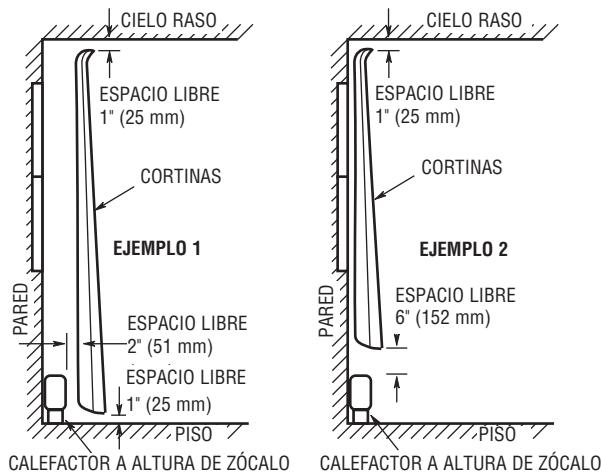

Figura 1. Colocación de los cortinados cercanos al calefactor
7. **PRECAUCIÓN:** el calefactor funciona a altas temperaturas. Mantenga los cordones eléctricos (incluidos los cables de teléfono y de computadora), cortinados y otros elementos del mobiliario alejados del calefactor. Para garantizar un funcionamiento eficiente y seguro, recomendamos mantener en todo momento un espacio libre de 152 mm (6 pulgadas) como mínimo por encima y frente al calefactor. Vea los requisitos de espacios libres mínimos en la sección Espacios libres y la Figura 1.